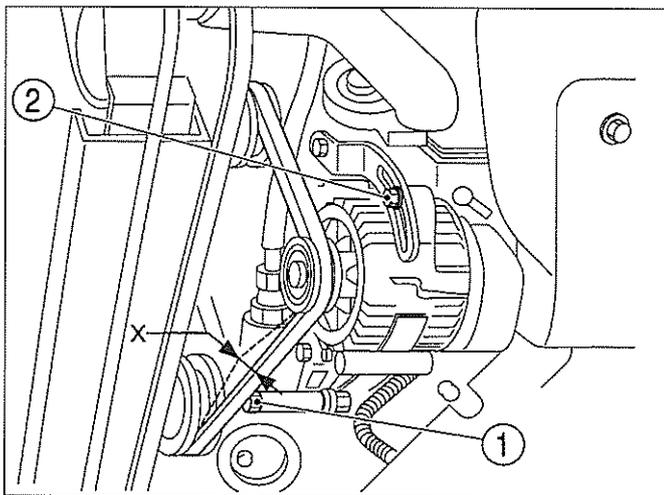

FIG. 51 / ABB. 51 / FIG. 51
FIG. 51 : Pour régler la tension de la courroie, desserrez l'écrou et l'axe d'articulation de l'alternateur (1) ainsi que le boulon de tension (2). Tirez vers l'extérieur le sommet de l'alternateur pour tendre correctement la courroie et serrez d'abord le boulon (2), puis l'axe d'articulation (1).